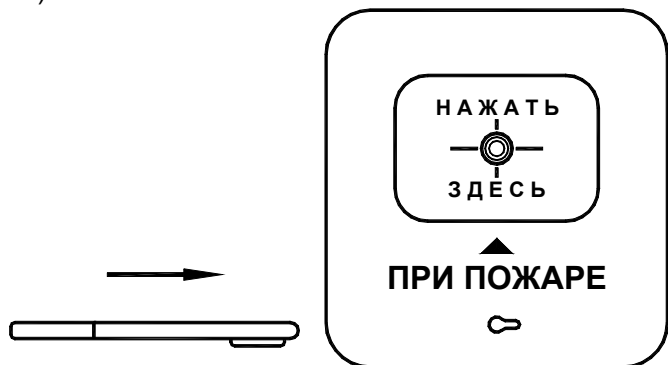

Рис. 1.
Схема шлейфа сигнализации при подключении извещателя ИПР 513-2 "АГАТ" P1 выглядит аналогично схеме, приведенной на рис. 1.
1. Вставьте специальный ключ 8 в отверстие 6 (см. Приложение 1 и рис. 1).